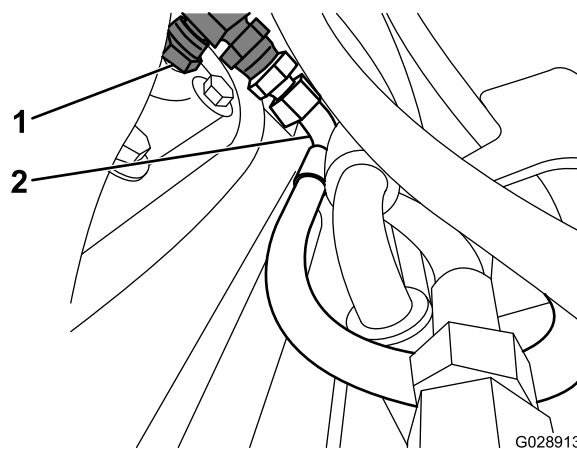

Figure 2
7. Raccordez l'adaptateur de 1/4 po et le flexible déposé à l'opération 5 à l'arrière du raccord en T de 1/4 po (Figure 2).